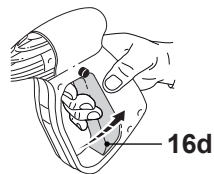

Fig. 21
2. Rode o interruptor ligar/desligar (3) para a posição "O" (desligar).
4. Pressione o gatilho (16d) para libertar a pressão ainda existente no aparelho (Fig. 21).